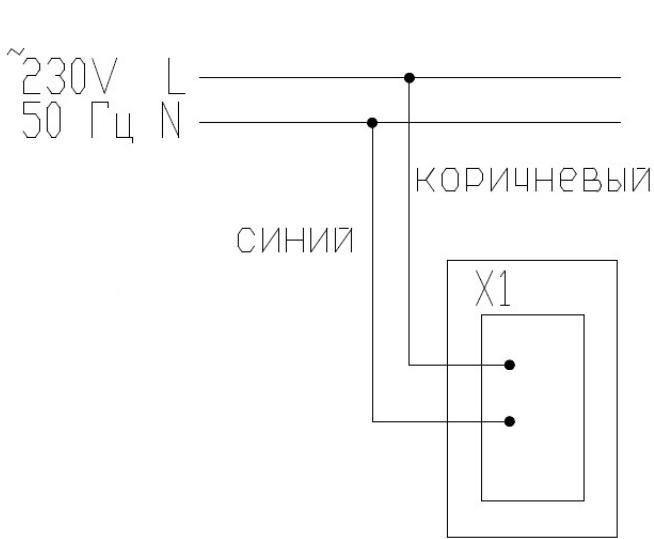

Рис.1
- Предварительно отключив питающую сеть, подключите светильник к сети в соответствии со схемой подключения (Рис. 1) (клещиные колодки для подключения не входят в комплект поставки). Длина выведенного провода из светильника составляет 50 мм;